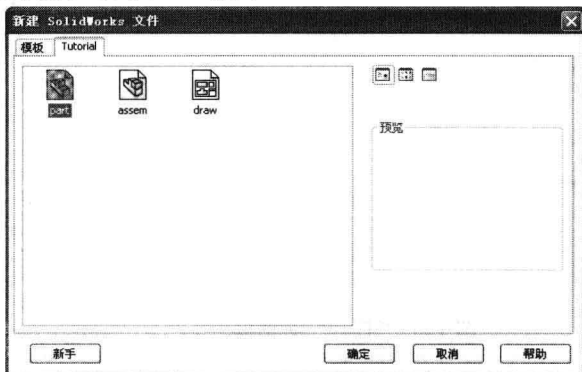
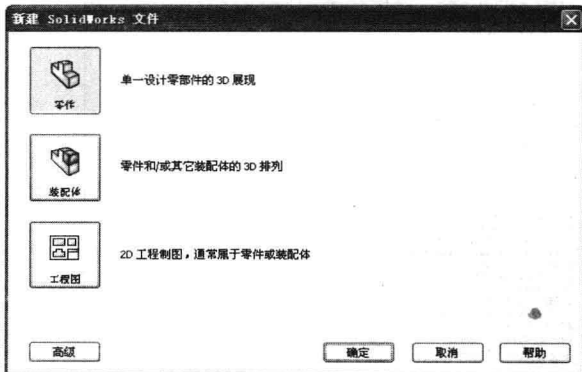

图 1-3 “新建 SolidWorks 文件”对话框
图 1-4 新手版本“新建 SolidWorks 文件”对话框
2. 选择文件类型。此时系统弹出如图 1-3 所示的“新建 SolidWorks 文件”对话框。在该对话框中有 3 个图标，分别是零件、装配体及工程图图标。单击对话框中需要创建文件类型的图标，然后单击“确定”按钮，就可以建立相应类型的文件。
高级版本在各个标签上显示模板图标的对话框，当选择某一文件类型时，模板预览出现在预览框中。在该版本中，用户可以保存模板添加自己的标签，也可以选择 tutorial 标签来访问指导教程模板，如图 1-3 所示。
单击图 1-3 中的“新手”按钮就会进入新手版本显示模式，如图 1-4 所示。该版本中使用较简单的对话框，提供零件、装配体和工程图文档的说明。